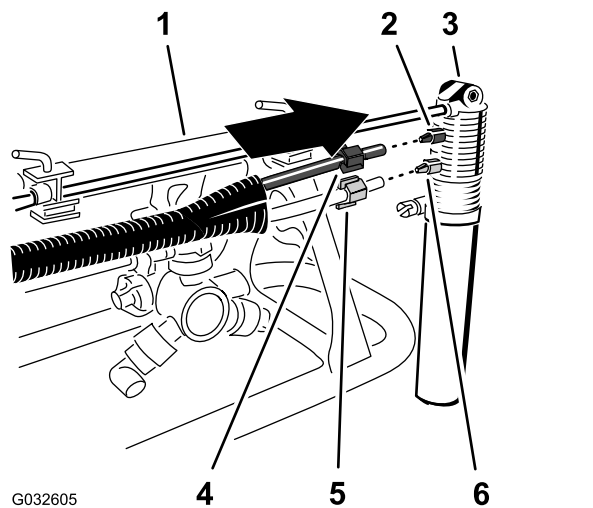

Figura 23
2. Alinhe a extremidade do tubo transparente com a porca de compressão branca com a união branca do bico do marcador de espuma e aperte a porca de compressão à mão (Figura 23).
3. Alinhe a extremidade do tubo azul com a porca de compressão azul com a união azul do bico do marcador de espuma e aperte a porca de compressão à mão (Figura 23).
1. Passe a porca de compressão azul pelas extremidades do tubo azul e a porca de compressão branca pelo tubo transparente (Figura 23).